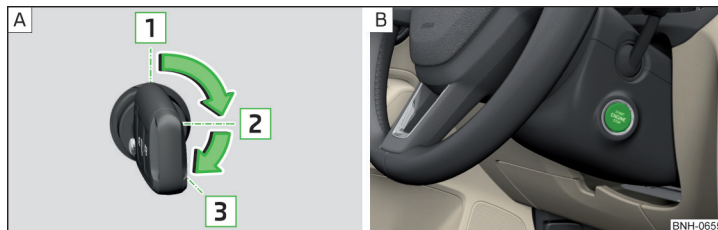

Abb. 104 Positionen des Fahrzeugschlüssels im Zündschloss / Starterknopf
Positionen des Fahrzeugschlüssels im Zündschloss » Abb. 104 - A
- Den Knopf drücken » Abb. 104 - B, die Zündung wird ein-/ausgeschaltet.
- Bei Fahrzeugen mit **Zündschloss** den Schlüssel in die Position **3** drehen » Abb. 104 auf Seite 91 - A, es erfolgt der Startvorgang. Dann den Schlüssel loslassen, der Motor springt automatisch an.
- Bei Fahrzeugen mit **Starterknopf** den Knopf kurz drücken » Abb. 104 auf Seite 91 - B, der Motor springt automatisch an.
- Bei Fahrzeugen mit **Zündschloss** den Schlüssel in die Position **1** drehen » Abb. 104 auf Seite 91 - A.
- Bei Fahrzeugen mit **Starterknopf** den Knopf drücken » Abb. 104 auf Seite 91 - B, der Motor und die Zündung werden gleichzeitig ausgeschaltet.
➤ Den Knopf gedrückt halten » Abb. 104 auf Seite 91 -  oder zweimal innerhalb von 1 Sekunde drücken.